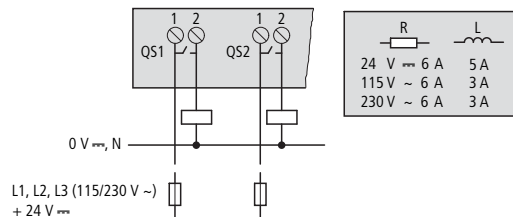

Figure 15 : Sorties à relais ES4P-221-DR..
- connecter en série deux sorties QS (ES4P-221-DR...), → figure 15, page 51.